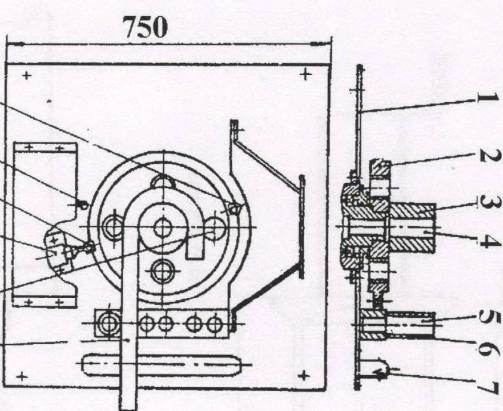

Рис. 5. Плита и приспособление для гибки.
6.2.4 Приспособление для гибки арматуры (рис.5) состоит из гибочного диска 2, гибочного ролика 12, центрального ролика 4 с роликом 3, упорного ролика 5 с втулкой 6. На гибочном диске 2 имеются четыре отверстия с втулками для установки гибочного ролика 4, а также кулакки останова 8 и реверса 10. Необходимо иметь виду, что кулак останова 8 короче кулака реверса. Чтобы избежать переключения им конечного выключателя реверса, чтобы
6.3 Принцип работы машины гибочной показан на рис.5.
6.2.3 Плита 1 (рис.5) служит крышкой редуктора и рабочим столом машины. К плите приварены прямоугольные планки с отверстиями под упорные штыри 5 для приспособления для гибки. На плите смонтирована скоба 7 и выключатели конечные для реверса 11 и останова 9 гибочного диска.
5.4.5 Закрепите на диске кулачки останова 8 и реверса 10 (рис.5).